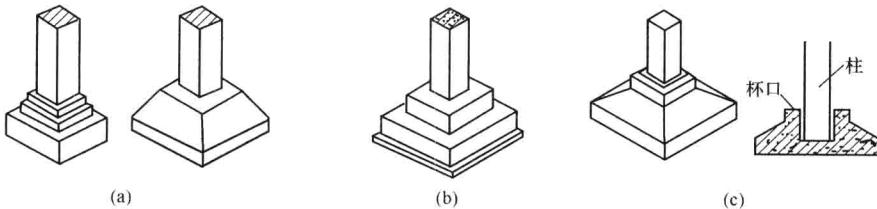
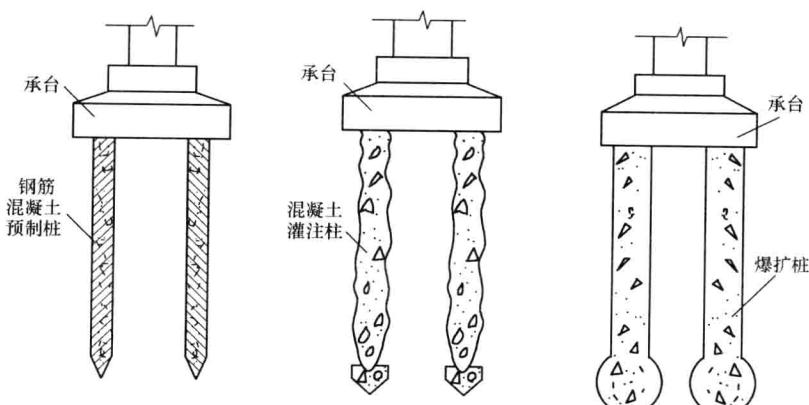

图 1-3 独立基础
图 1-6 柱基础
(1) 按基础的材料，可分为砖基础、灰土基础、三合土基础、混凝土基础及钢筋混凝土基础。
(2) 按其构造特点，可分为独立基础、条形基础、整片基础、桩基础，如图 1-3～图 1-6 所示。